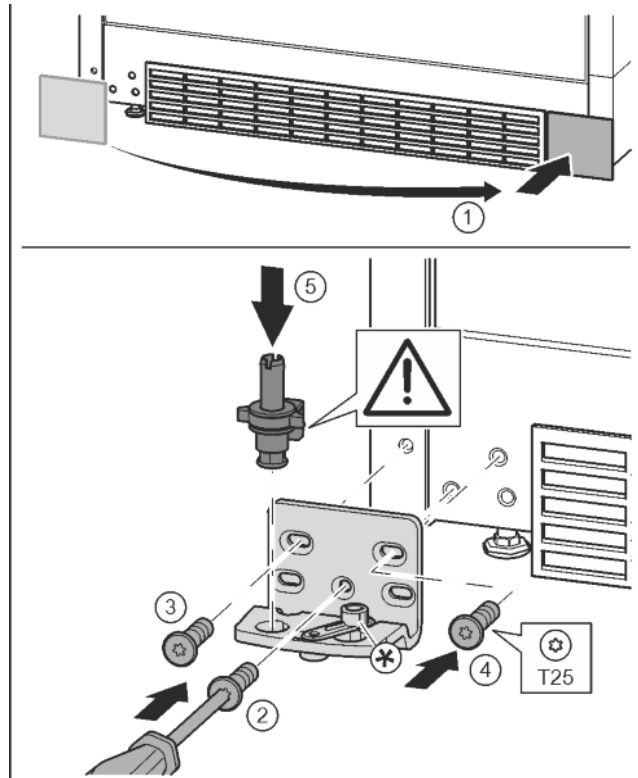

Fig. 12
- ▶ Asportare la copertura e applicarla sull'altro lato. Fig. 12 (1)
- ▶ Applicare il blocco di supporto sull'altro lato e avvitare con un cacciavite T25. Iniziare dalla vite 2 centrale in basso. Fig. 12 (2)
- ▶ Serrare la vite 3 e 4. Fig. 12 (3, 4)
- ▶ Inserire completamente il perno di supporto. Prestare attenzione che l'arresto sia rivolto verso il lato posteriore. Fig. 12 (5)